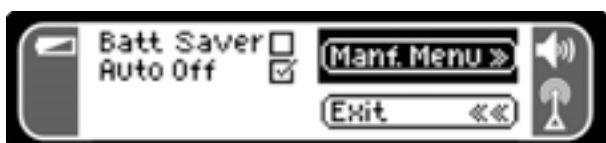

Figura 17 - Selectarea meniului producătorului
- Utilizați tastele ÎN SUS/ÎN JOS pentru a defila la opțiunea „Manf. Menu” (Meniu producător) și apăsați tasta de selectare. Va fi afișată lista producătorilor. (Figura 17)